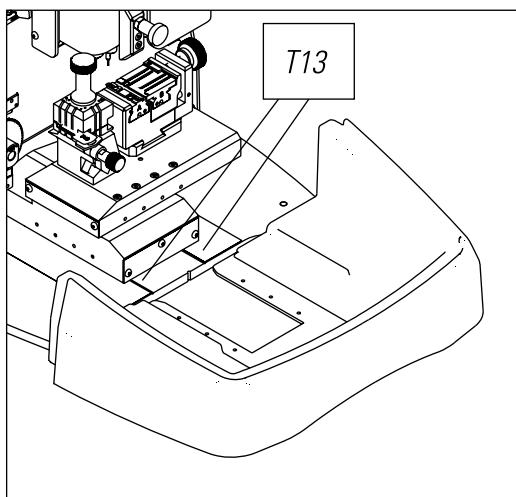

FIG. 30
- 3) Volver a introducir la bandeja llevando hasta el fondo siguiendo las dos rayas (T13)marcadas en color negro en la bancada.(Fig.30)
El software "JMAKeyPro" se utiliza para el control total de la máquina multicode. Para acceder a este software solo hay que pulsar sobre el icono.la bancada.(Fig.30)